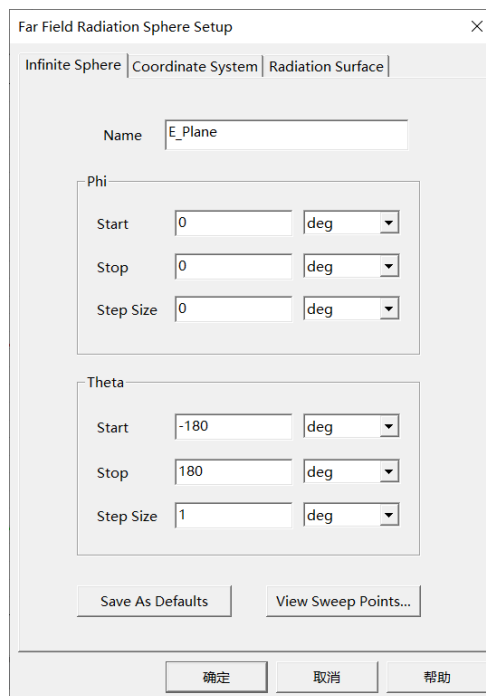

图 3.5.1 辐射表面设置(E)
⑤ 方向图
- 1) 定义辐射表面,右键单击工程树下的 Radiation 节点,在弹出的快捷菜单中选择 Insert Far Field Setup—Infinite Sphere, 打开 Far Radiation Sphere Setup, 按图 3.5.1 完成设置;